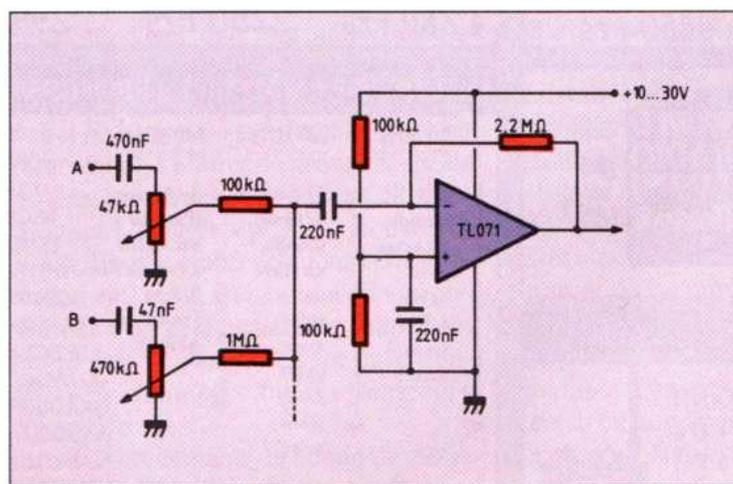

Fig. 2. — Mélangeur à alimentation unique doté d'entrées présentant différentes valeurs pour le gain en tension.
**Composants à ajouter.** — La figure 2 montre que le passage à l'alimentation unique se fait comme pour tout autre montage à amplificateur opérationnel. On polarise l'entrée « plus » de ce dernier par un diviseur composé de deux résistances égales. De plus, on prévoit sur cette entrée un condensateur de 220 nF destiné à filtrer les résidus de bruit, en provenance de la tension d'alimentation.
**Entrées à gains différents.** — Accessoirement, la figure 2 montre un exemple de deux entrées de différents gains. D'après les valeurs des composants, on détermine facilement ces gains comme égaux à 22 et à 2,2. On doit se contenter d'une impédance d'entrée d'autant plus faible qu'on veut un gain plus élevé. Les potentiomètres du schéma ont été adaptés à ces valeurs d'impédance, ainsi que les condensateurs de liaison d'entrée. Bien entendu, on peut ajouter d'autres entrées.